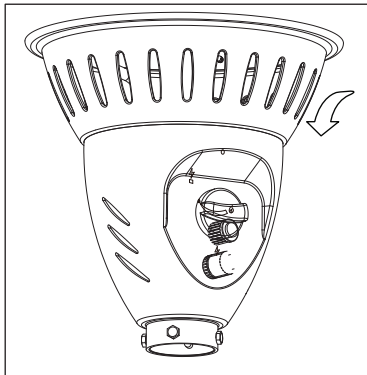

Figura 3
- presione la perilla de control y gire a la izquierda para "PILOTO" (Figura 3).